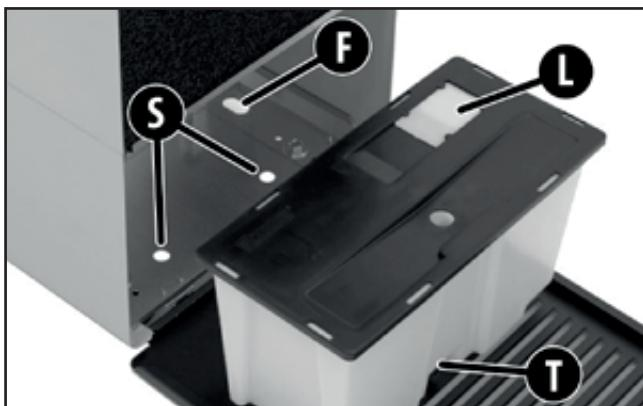

Fig.6 – Fori per il posizionamento del serbatoio
Aprire lo sportello e sfilare il serbatoio (Fig.6). Utilizzare lo sportellino (L) per svuotare l'acqua.